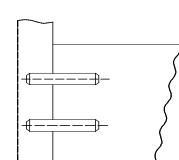

Рис.2
- Соединить стенки вертикальные поз.2,3,4 с крышкой поз.5, со стенками горизонтальными поз.6,7 и ребром жесткости поз.10 с помощью эксцентриковой стяжки поз.011,012 - рис.1 с плинтусом поз.11 с помощью шкантов поз.031 - рис.2.